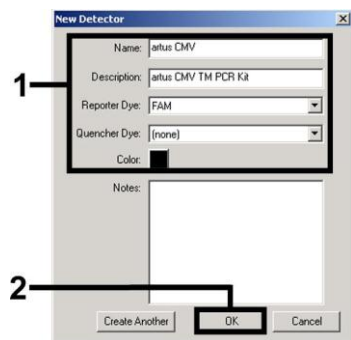
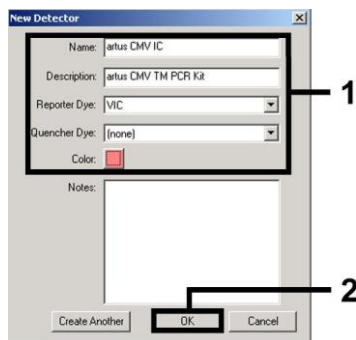
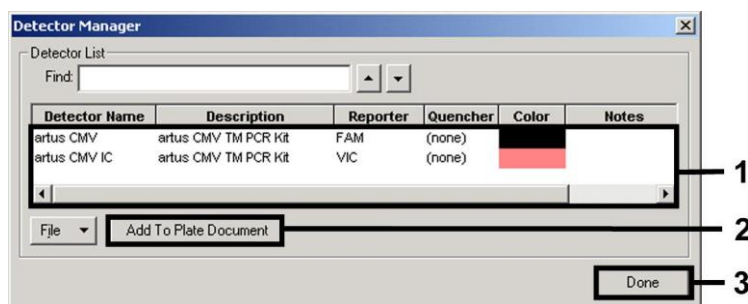

Fig. 4: Criação do detetor específico do CMV (*Detector Manager*).
Fig. 5: Criação do detetor específico do IC (*Detector Manager*).
Fig. 6: Seleção dos detetores (*Detector Manager*).
Para a detecção de ADN do CMV, definir a combinação de repórter/corante de extinção **FAM/none** na nova janela. Para a detecção do *controlo interno*, seleccionar a combinação **VIC/none** (tal como mostrado na Fig. 4 e Fig. 5). Ao confirmar as definições (OK), retornará ao *Detector Manager*. Marcar os recém criados detetores e transferir cada seleção para *Well Inspector*, clicando na opção *Add to Plate Document* (ver Fig. 6). Fechar a janela (*Done*).